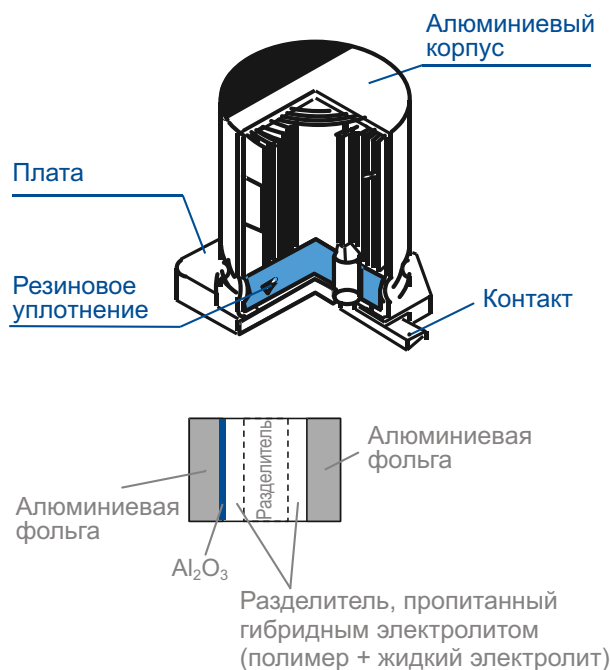

Рисунок 4.
- Полимерные гибридные алюминиевые конденсаторы.** Как следует из их названия, в этих конденсаторах в качестве электролита используется комбинация жидкости и проводящего полимера (Рисунок 4), а в качестве катода – алюминий. Идея, лежавшая в основе этого технического решения, заключалась в объединении лучших свойств обоих материалов: использование полимеров обеспечивает высокую проводимость и, соответственно, низкое ESR. При этом жидкая составляющая электролита может выдерживать более высокие напряжения и позволяет получать более высокие значения емкостей.
Рисунок 4. Расположение элементов и топология печатной платы имеют не меньшее значение, чем принципиальная схема, так как физический поворот шунтового устройства изменяет путь прохождения дуги.
ным проводникам (не земляным), имеется вероятность того, что электрическая дуга пойдет прямо в шунтовой регулятор или в проводники, к которым он припаян на плате. В этом случае перемещение R1 уже не сможет защитить шунт (Рисунок 4). Для решения проблемы следует развернуть регулятор таким образом, чтобы узел анода (земли) стал ближайшим к печатным проводникам по другую сторону изолирующего промежутка оптрона.